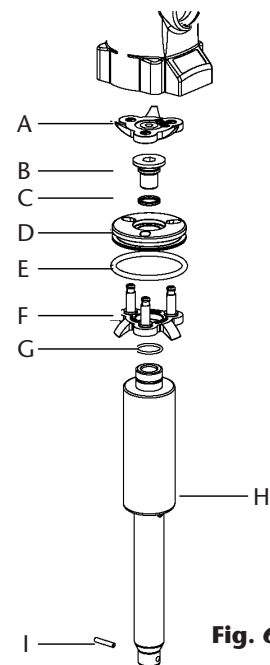

Fig. 6
- Dévissez le tuyau d'aspiration en faisant attention de ne pas endommager le joint torique (D).
- Retirer la broche (I) pour séparer la partie inférieure de la pompe (fig. 6).
- Dévissez les vis (C) et tirer la culasse jusqu'à ce que toutes les parties du corps du moteur d'air soient séparées.
- Remplacer les pièces (A) et (B) si nécessaire.
ENSEMBLE INVERSEUR (Fig. 6)